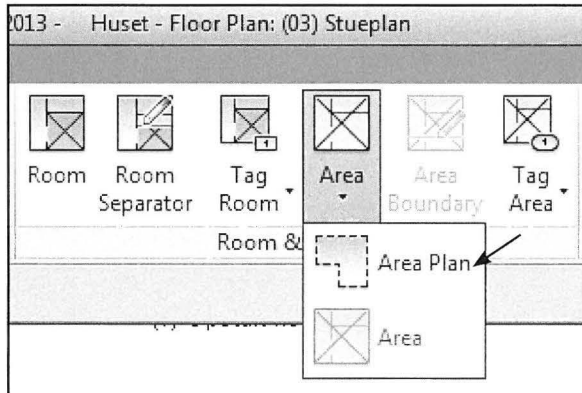

Fig. 11.16. Stå i stueplanet og vælg *Area Plan*.
- Stå i (03) Stueplan i *Project Browseren*.
- Tryk *Architecture - Area - Area Plan* (Fig. 11.16).